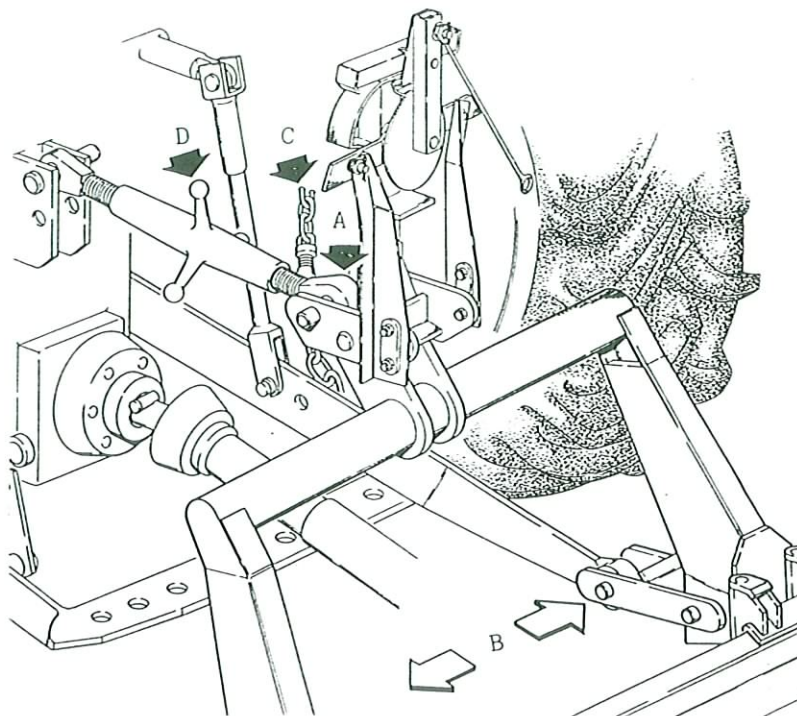
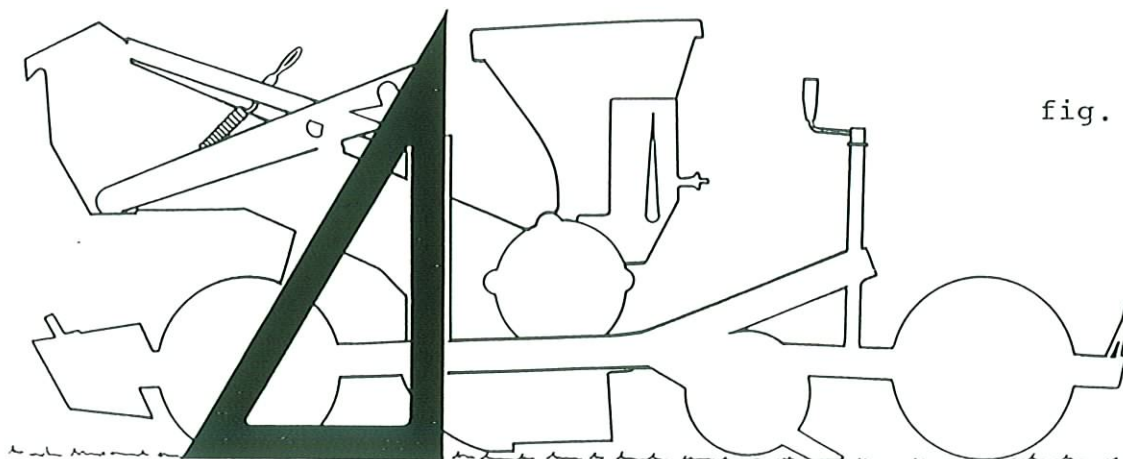

fig. 1
fig. 2
Collegare la seminatrice al trattore sui tre punti (A-B) Fig. 1. Tendere le catene stabilizzatrici (C) del trattore per centrarla e ridurre al minimo le oscillazioni laterali durante la semina.
Con il braccio del terzo punto (D) regolare l'inclinazione dei seminatori la cui posizione è corretta quando sono perpendicolari al suolo (Fig. 2). Prima di iniziare la semina sollevare i puntelli di sostegno della seminatrice.
Couple the planter to the three points of the tractor (A-B) Fig. 1. Adjust the chains of the tractor (C) to center the planter and so reduce side vibrations. Make sure that planting units are perpendicular to the ground by means of the arm of the third point (D) Fig. 2. In case the furrowing is difficult due to the soil condition, incline them as indicated on point 1, Fig. 2.
Atteler le semoir aux trois points du tracteur (A-B), selon Fig. 1. Tendre ensuite les chaînes stabilisatrices (C), de telle sorte que le semoir soit positionné dans l'axe longitudinal du tracteur, et que ses possibilités de déplacement latéral durant le semis soient réduites au minimum.
Procéder au réglage du bras télescopique du troisième point (D), de telle sorte que le semoir soit parallèle au terrain Fig. 2.
Verbinden Sie die Sämaschine mit der Dreipunkthydraulik gemäß Fig. 1 (A-B). Spannen Sie die Stabilisatorketten (C) der Unterlenker so, daß sich die Maschine zentriert und seitliche Bewegungen der Maschine beim Säen minimiert werden. Mit dem Oberlenker (D) stellen Sie die Neigung der Maschine ein. In richtiger Stellung ist die Maschine parallel zum Boden.
Emsablar la sembradora al tractor sobre los tres puntos (A-B) Fig. 1. Extender las cadenas (C) del tractor para centrarla y reducir al mínimo las oscilaciones laterales durante la siembra. Con el brazo del tercer punto (D) regula la inclinación de la sembradora cuya posición es correcta cuando están paralelos al suelo. Antes de iniciar la siembra levantar los patas de apoyo de la sembradora.
Regular la inclinación de los sembradores cuya posición resulta correcta estando perpendiculares al suelo (Fig. 2).
Inclinarlos como indica el punto (1) fig. 2, cuando la naturaleza del terreno hace que sea difícil trazar los surcos.